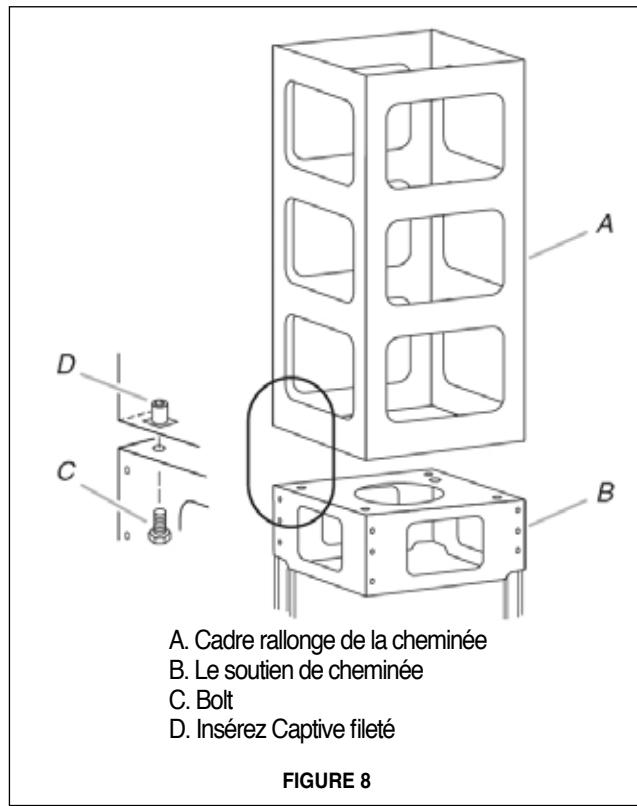

FIGURE 8
5. Si en utilisant **Le Haut Kit de Cheminée de plafond**, enlever COUVERCLE CHEMINÉE de la PROLONGATION DE CHEMIN'EE (**A** de la **FIGURE 8**). Placez la PROLONGATIONDECHEMIN'EEau-dessusdeTREILLIS(**B**de la **FIGURE 8**)desorte que les bords extérieurs et les trous électriques alignent. Attachez la PROLONGATION DE CHEMIN'EE à la TREILLIS à l'aide des boulons (**C** de la **FIGURE 8**). Serrez les boulons solidement.